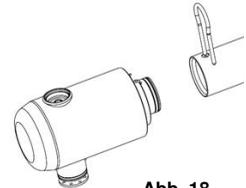

Abb. 18
- Nehmen Sie die Garniertülle ab und ziehen Sie die Verschlussgabel aus dem Ventilkopf, danach ziehen Sie das Schlagsystem mit leichten Drehbewegungen aus dem Gehäuse. (Abb. 18)
- Drücken Sie mit der Gabel den Arretierstift hinein und ziehen Sie mit leichten Drehbewegungen das Ausgangsstück ab. (Abb. 18)